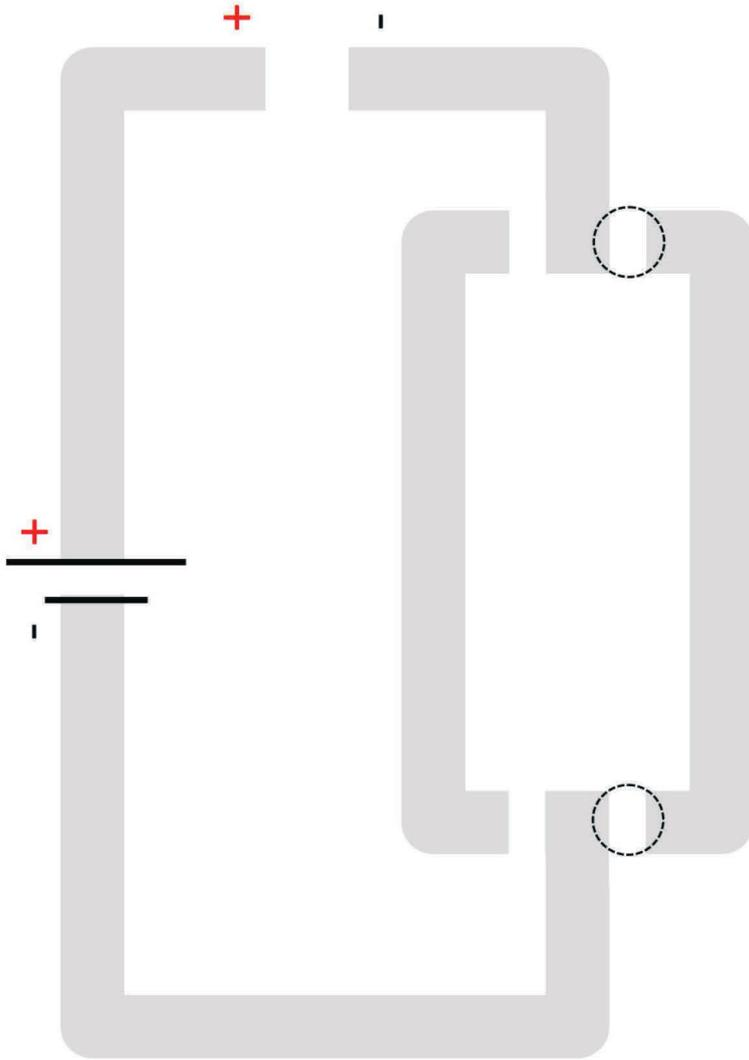

Bild 9: Kopiervorlage „Steuerschaltung“
- Male den hellgrauen Strich auf der Vorlage (Bild 9) mit einem 8B-Blei-Stift kräftig nach.